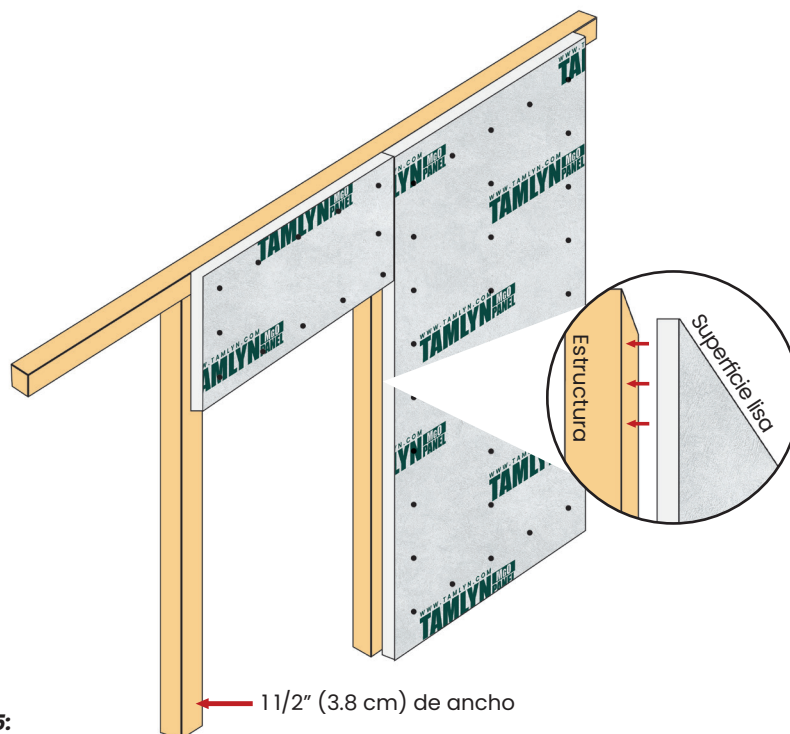

FIG 5:
- Los paneles **Tamlyn MgO**[®] deben instalarse con el lado liso hacia afuera y el lado rugoso y texturizado en contacto con los elementos de la estructura (**FIG. 5**).
- El ancho de la estructura debe ser de al menos 1 1/2" (3.8 cm) de ancho. (**FIG. 5**)